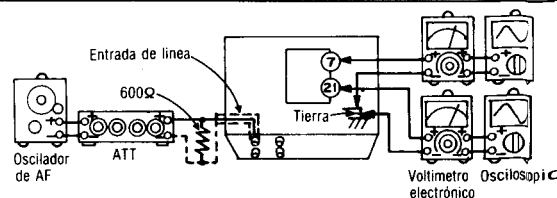

Fig. 12
1. La conexión del equipo de prueba se muestra en la Fig. 12.
3. Ajustar mediante atenuador de manera que la salida entre terminal ⑦ de IC401 (CH-I) {IC402 (CH-D)} y tierra sea 12,3mV.